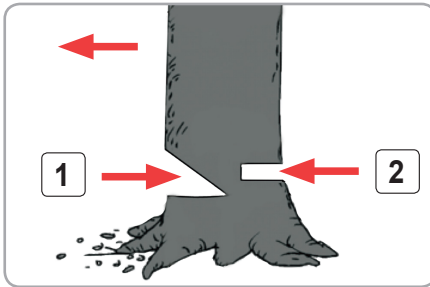

Fig.12
Doborârea copacilor (fig.12):
- Luați în calcul căderea copacului și tăiați o pană într-o treime din diametrul copacului (fig.12, poz.1).
- Efectuați o tăietură de separare la un nivel deasupra penei de coborâre din direcția opusă (fig.12, poz.2).